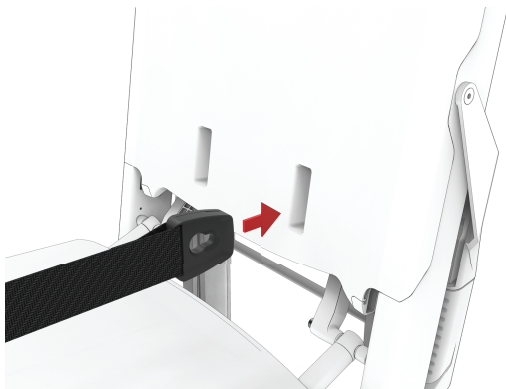
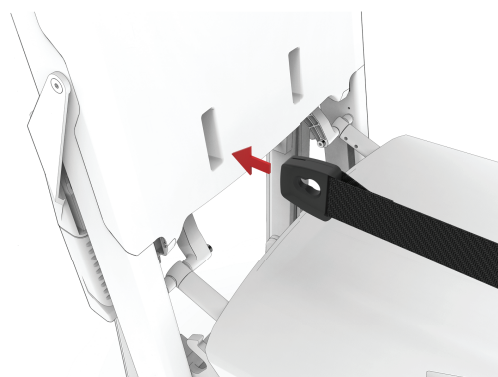

Figure 20 – Clip du relève-buste, côté gauche du patient
Figure 21 – Clip du relève-buste, côté droit du patient
3. Insérer le clip du relève-buste droit du patient par le trou droit du patient dans le relève-buste (Figure 20 et Figure 21).